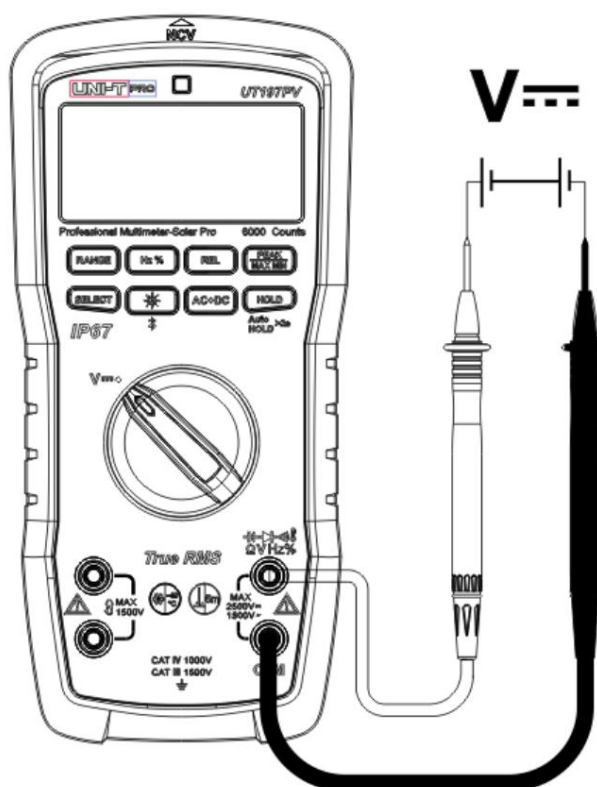

Figura 7
6. Măsurare automată a tensiunii AC/DC (Auto-V LoZ) (Figura 7)
3. Măsurarea tensiunii continue (Figura 7)